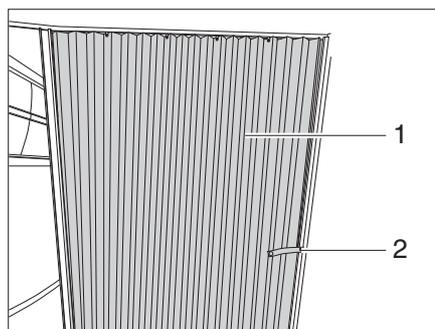

Bild 76 Faltvorhang
- Das Sicherheitsband (Bild 76,2) lösen.
- Faltvorhang (Bild 76,1) in Schließstellung ziehen.
- Faltvorhang (Bild 76,1) in die Öffnungsposition führen.
- Faltvorhang mit dem Sicherheitsband (Bild 76,2) befestigen.